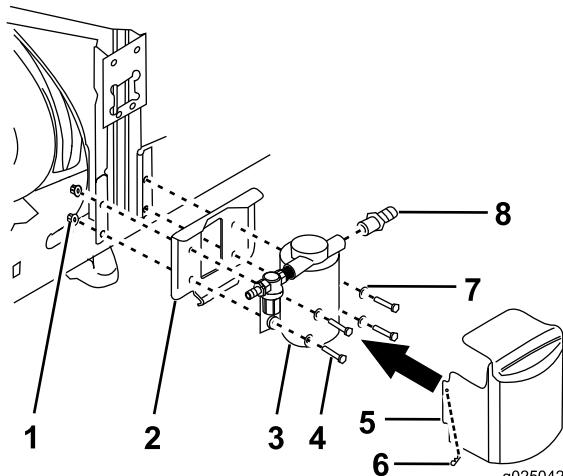

Figura 13
7. Prenda a bomba à estrutura utilizando o suporte de montagem da bomba de lavagem e os 4 parafusos, 4 porcas whiz flangeadas e 4 anilhas (Figura 13).